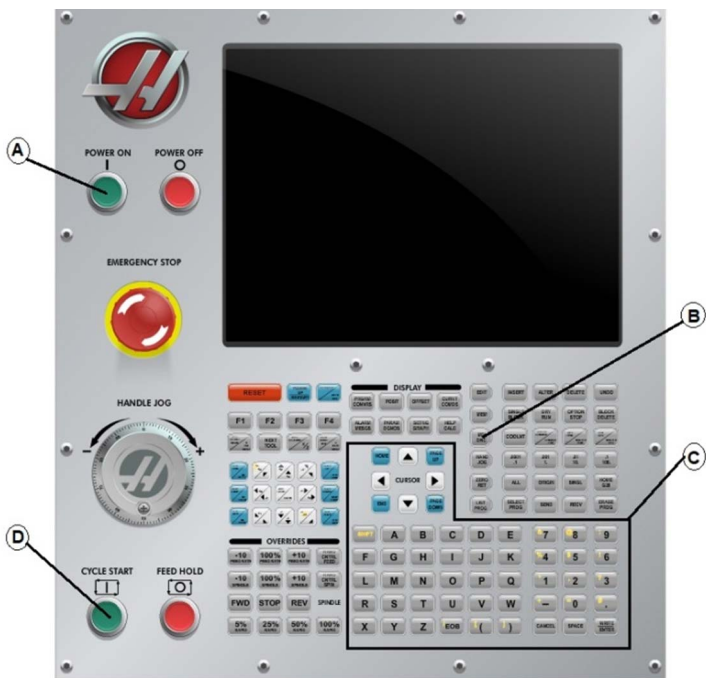
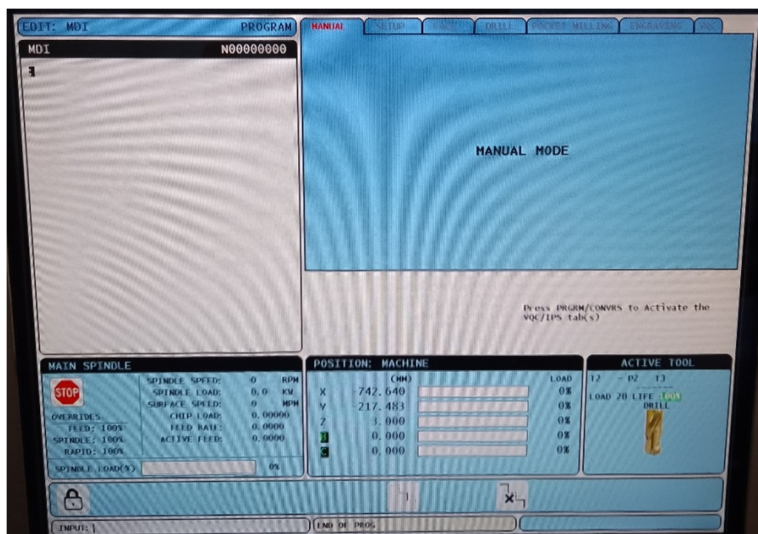

Рис. 4. Управляющая панель стойки ЧПУ HAAS
Рис. 5. Меню режима ввода ручных команд
1. Включить стойку клавишей **POWER ON** (рис. 4, кнопка А).
2. Нажатием клавиши **MDI** (рис. 4, кнопка В) переходим в меню редактирования программы (рис. 5).
3. Программируем движения инструмента согласно варианту (см. таблицу) при помощи встроенной клавиатуры (рис. 4, кнопка С).
4. Пройти полный цикл программы нажатием клавиши **CYCLE START** (рис. 4, кнопка D).